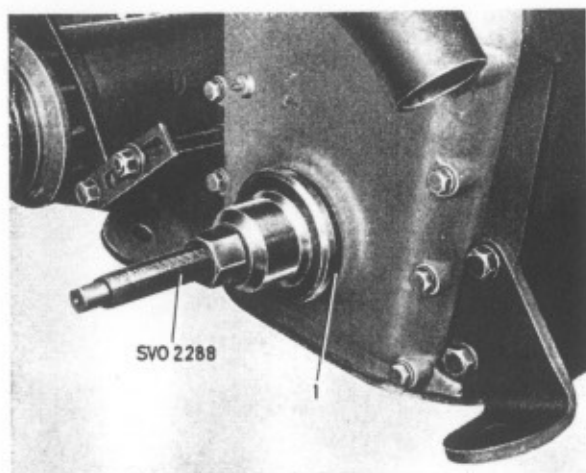

Bild 1-24. Montering av tätningsring
5. Montera ringen med pressverktyg SVO 2288, bild 1-24. Ringen skall vändas så att den lilla spiral fjädern kommer inåt motorn.